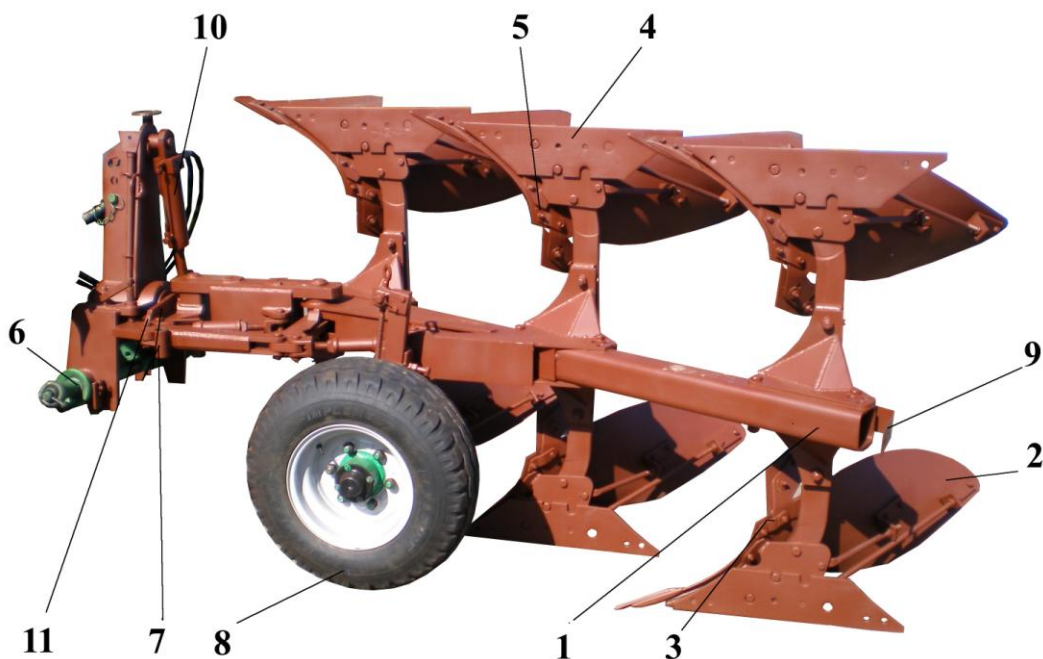

Рисунок 1 – Плуг навесной оборотный ПО-3/40-55Н:
2.1 Плуг состоит из следующих сборочных единиц (рисунок 1): рама 1, правооборачивающие корпуса 2 и углоснимы 3, левооборачивающие корпуса 4 и углоснимы 5, ось автосцепки 6, механизм поворота рамы 7, колесо опорное 8 с механизмом регулировки, электрооборудование 9, гидросистема 10, опора 11.